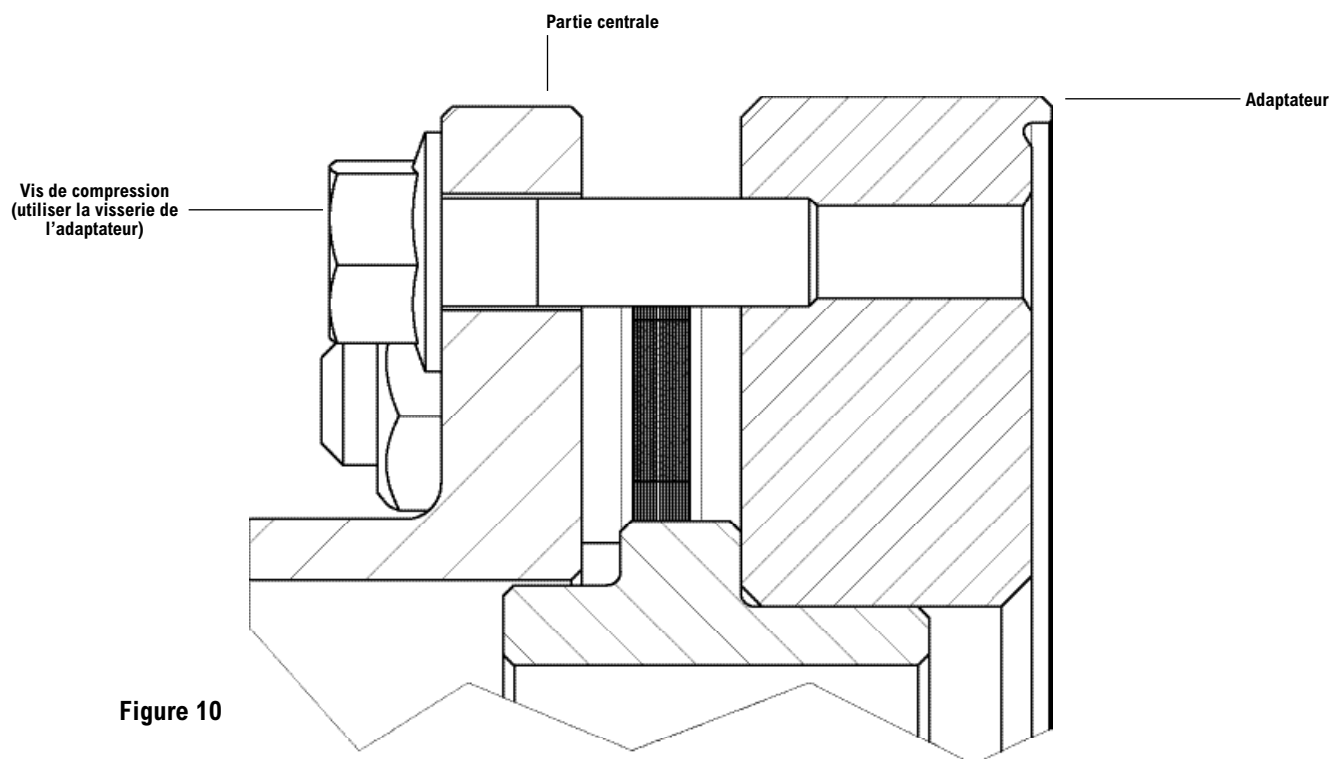

Figure 10
Utilisez les vis de montage (fournies) moyeu de l'adaptateur-adaptateur comme défini à la figure 2 et dans le tableau 4 pour comprimer l'assemblage de la partie centrale en les insérant par les trous des brides du corps central et dans les trous coniques de l'adaptateur comme indiqué sur la figure 10.
9.1 Retirez l'assemblage de la partie centrale en enlevant toutes les vis d'assemblage des moyeux, en comprimant l'assemblage de la partie centrale, à l'aide des vis d'assemblage moyeu-joint de l'adaptateur comme indiqué à la figure 2 et dans le tableau 4 pour comprimer l'assemblage de la partie centrale en les insérant par les trous dans les brides du corps central et en les enfilant dans les trous taraudés de l'adaptateur comme indiqué sur la figure 10 et en faisant sortir entre les moyeux. Chaque moyeu d'extrémité est doté de trous taraudés de vis de calage pour le désengagement des guides entre les moyeux et les adaptateurs à l'aide des vis de montage moyeu-adaptateur, comme défini dans le tableau 4.
- 10.2 Une fois l'assemblage de la pièce d'espacement entièrement réalisé, utilisez, les vis du moyeu de l'adaptateur à l'adaptateur fournies comme défini à la figure 4 et au tableau 4 pour comprimer l'assemblage de la partie centrale en les insérant par les trous des brides du corps central et en les enfilant dans les trous taraudés de l'adaptateur comme indiqué à la figure 10.